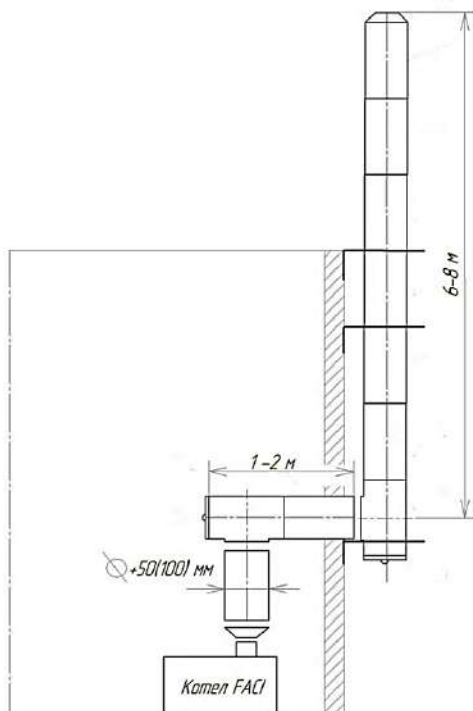

Рис. 11
2.3.8 Горизонтальный участок 90° длина 1-2 м. Вертикальный участок 6-8 метров с расширением трубы на 50-100 мм. (Расширение начинается с момента поворота) (см рис. 11).